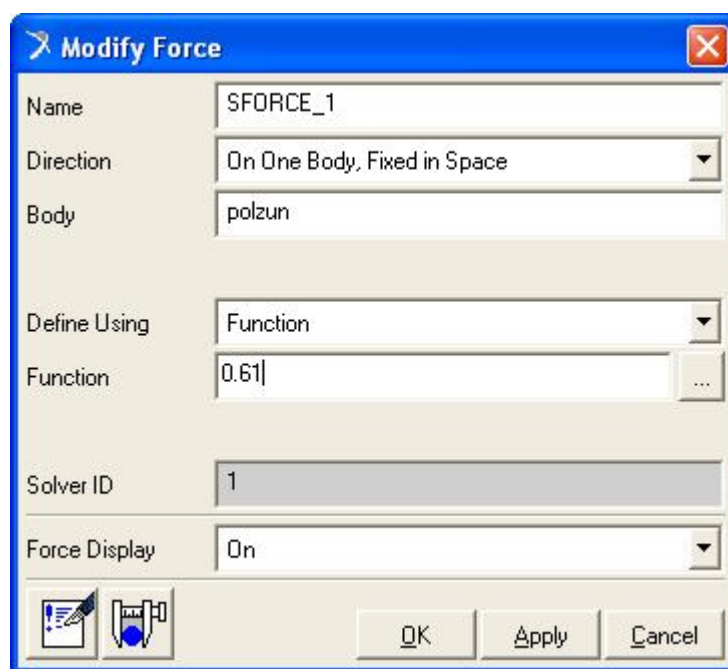

Рис. 35
4) Задать значение величины силы как функцию от сплайна. Для этого правой кнопкой мыши нажать на значке созданной силы и в контекстном меню выбрать следующие пункты **Force: SFORCE_1 – modify**. Раскроется окно изображенное на рис. 35.